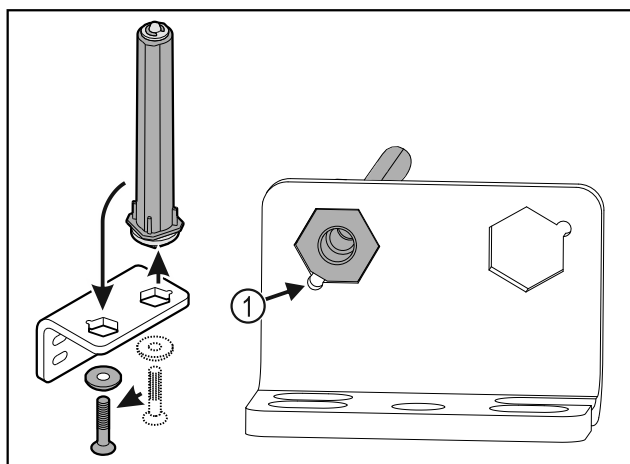

Fig. 31
- Darauf achten, dass beim Einsetzen die Bolzenabschrägung Fig. 31 (1) zum runden Loch zeigt.